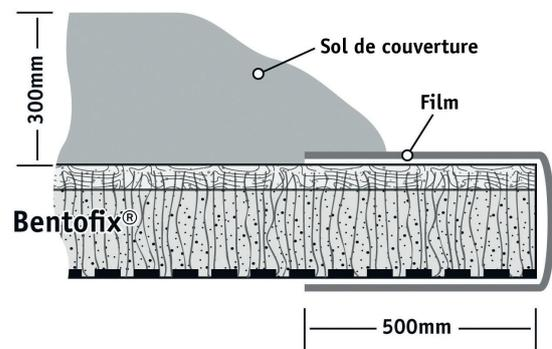

Fig. 9
16.12 Seule la quantité de GSB Bentofix® qui pourra être confinée en fin de journée sera déployée, voire une quantité qui pourrait être recouverte dans un délai raisonnablement court en cas d'évènement pluvieux. Les zones de chevauchement non recouvertes doivent être protégées durant la nuit par une membrane ou un film plastique (fig. 9) pour éviter l'hydratation de la bentonite. Les bords exposés doivent être lestés par des sacs de sable ou un matériau équivalent qui ne causerait pas d'endommagement
20.1 Les surfaces non confinées doivent être protégées durant la nuit par une membrane plastique (fig. 9) en bords de lés pour éviter l'hydratation de la bentonite.